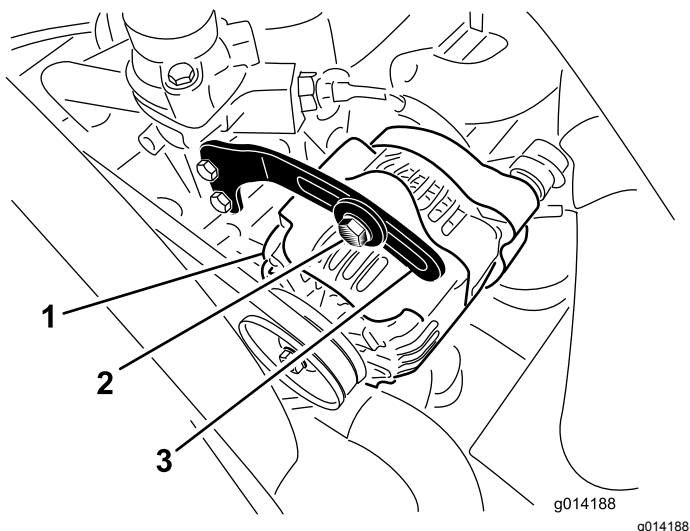

Figura 47
2. Compruebe la tensión de la correa del alternador presionándola (Figura 47) en el punto intermedio entre las poleas del alternador y del cigüeñal con una fuerza de 10 kg.
3. Afloje el perno que sujeta el tirante al alternador (Figura 47) y el perno de pivote del alternador.